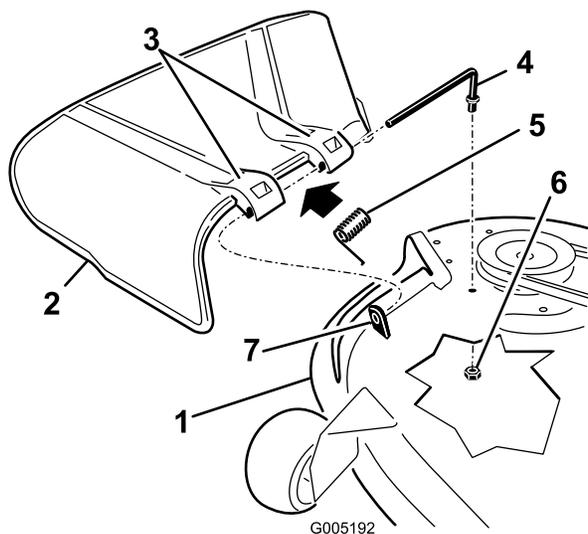

Figure 68
1. Retirez l'écrou ($\frac{3}{8}$ po) de la tige, sous le tablier de coupe (Figure 68).
2. Sortez la tige de la courte cheville de positionnement, du ressort et du déflecteur d'herbe (Figure 68).
4. Remettez en place le déflecteur d'herbe (Figure 68).
7. Insérez la tige dans le deuxième support du déflecteur d'herbe (Figure 68).
9. Fixez l'extrémité arrière de la tige dans le tablier de coupe à l'aide d'un écrou ($\frac{3}{8}$ po), comme montré à la Figure 68.